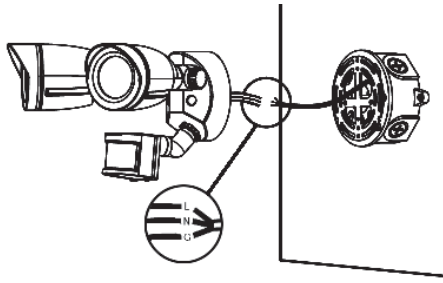

Fig. 4A
5. Connect the wires, refer to the Wiring Diagram: GROUND luminaire wire (green/yellow) connected to the ground junction box wire (green), LINE luminaire wire (black) connected to line power supply wire (black), NEUTRAL luminaire wire (white) connected to neutral wire (white) (Fig. 4A, Fig. 8).
5. Connecter les fils, en vous référant au schéma de câblage: Le fil du luminaire GROUND (vert/jaune) est connecté au fil de la boîte de jonction de mise à la terre (vert), le fil du luminaire LINE (noir) est connecté au fil d'alimentation de ligne (noir), le fil du luminaire NEUTRE (blanc) est connecté au fil neutre (blanc) (Fig. 4A, Fig. 8).